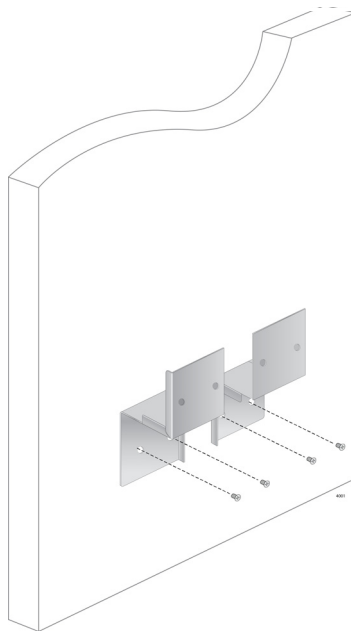

Рисунок 22. Крепление винтами через отверстия
5. Приложите кронштейны к стене и закрепите винтами, пропустив их через отверстия в кронштейнах. См. рис. 22.